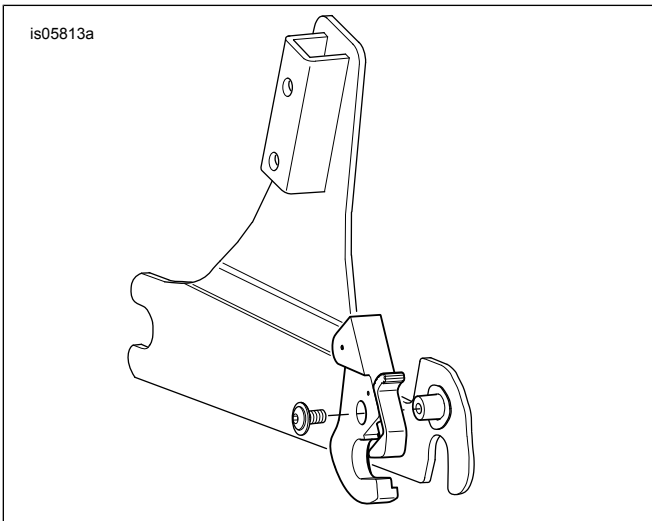

Abbildung 2. Einbau der Seitenplatte
1. Siehe Abbildung 2. Den rechten Riegel ohne Schloss entfernen. Die rechte Federscheibe an der rechten Befestigungsnahe angebracht lassen.